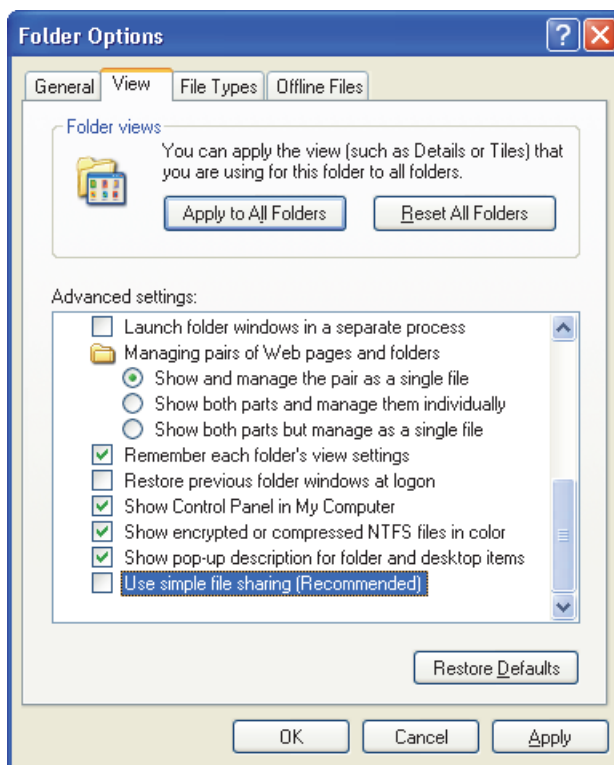

图 7-14 文件夹选项对话框 (Windows XP)
- c) 在 **Folder Options**（文件夹选项）对话框中，点击 **View**（查看）选项卡（参见第 182 页的图 7-14）。